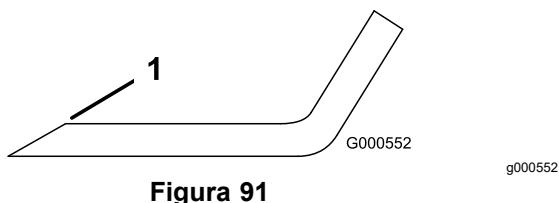

Figura 91
1. Utilice una lima para afilar el filo de corte en ambos extremos de la cuchilla (Figura 91).
Nota: Si la cuchilla no está equilibrada, rebaje algo el metal en la parte de la vela solamente con una lima (Figura 91).